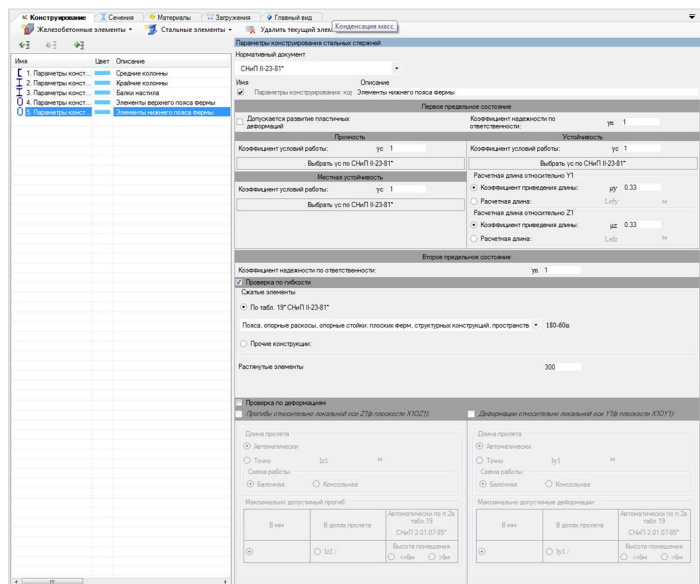

Рис. 23. Редактор параметров конструирования элементов нижнего пояса фермы
- В разделе **Первое предельное состояние** задайте (рис. 23):